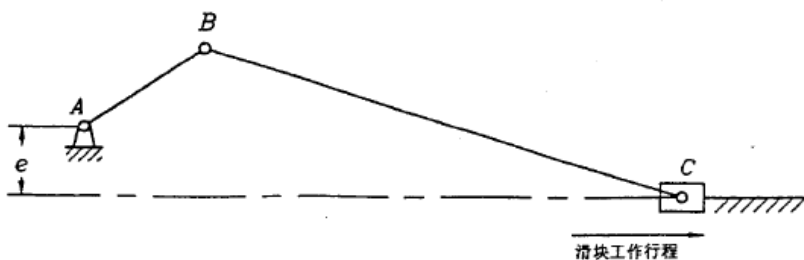

图 2
(2)图 2 所示曲柄滑块机构中，已知 $l_{AB}=20\text{mm}$ ， $l_{BC}=70\text{mm}$ ，偏距 $e=10\text{mm}$ ，画出该机构的机构运动简图，并确定(方法不限)：(13 分)
①滑块的行程长度 H ；
②极位夹角 θ ；
③机构的最小传动角 γ_{\min} ；
④如果该机构用作曲柄压力机，滑块向右运动是冲压工件的工作过程，请确定曲柄的合理转向和传力效果最好的机构瞬时位置，并说明最大传动角 $\gamma_{\max}=?$